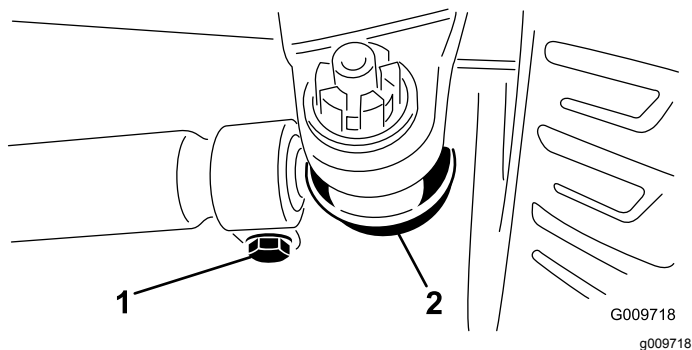

Figura 88
3. Para ajustar, remova o perno de gancho e a porca de cada uma das rótulas da barra de ligação (**Figura 88**). Remova a rótula da barra de ligação do suporte do eixo.
4. Desaperte as abraçadeiras que estão em ambas as extremidades das barras de ligação (**Figura 88**).
5. Rode a rótula desligada para dentro ou para fora uma (1) volta completa e aperte o grampo na extremidade solta da barra de ligação.